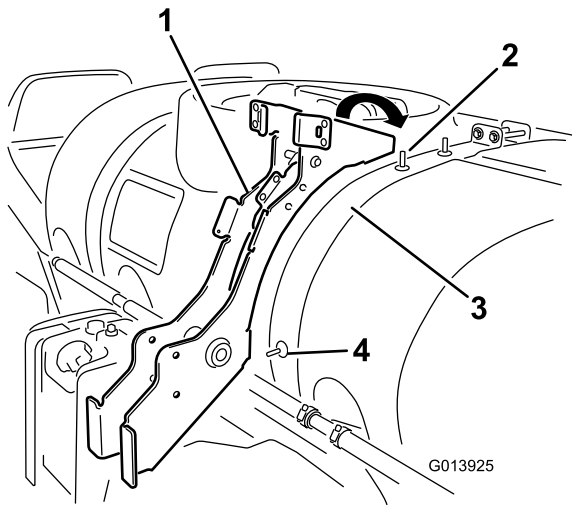

図 9
3. フレームをタンク固定バンドに取り付けるフレームの下穴をタンク固定ベルトの側面タンクの側面から突き出しているボルトに合わせ、上穴はタンク上面に突き出ているボルトに通す図9。